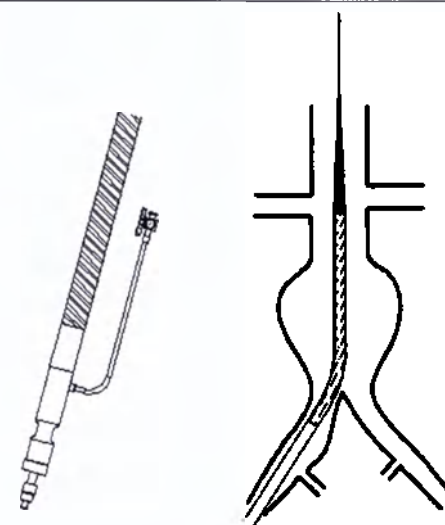

Fig. 5 Introduction of the AAA Stent Graft with Delivery System
- ◆ Advance the delivery system to the abdominal aneurysm along the guidewire, and always maintain the hemostasis valve towards the other side of the patient.(Fig. 5)
- ◆ Подведите систему доставки по проводнику к брюшной аневризме, при этом следите, чтобы гемостатический клапан всегда находился на противоположной стороне тела пациента (рис. 5)